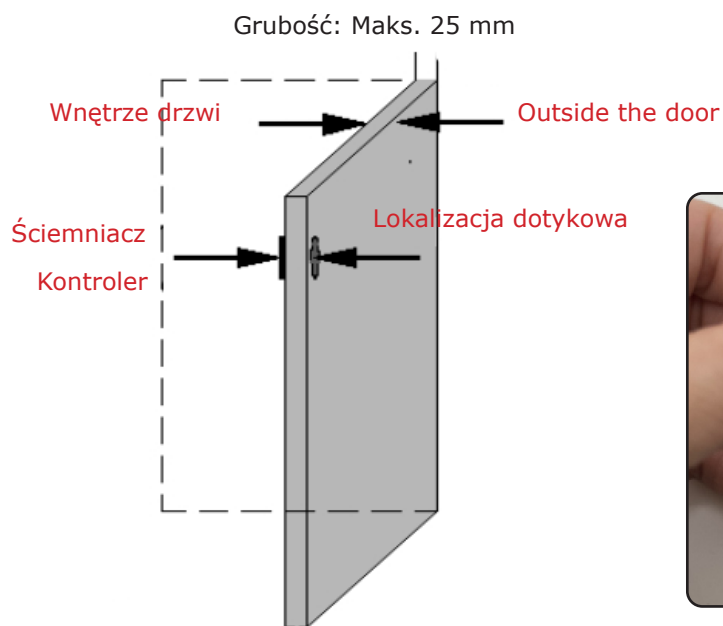

FIG 1
1. Dokładnie wyczyść wewnętrzną stronę drzwiczek i zainstaluj kontroler w tym miejscu (RYS. 1).
3. Przykleić przełącznik ściemniania na powierzchni montażowej(RYS. 1)